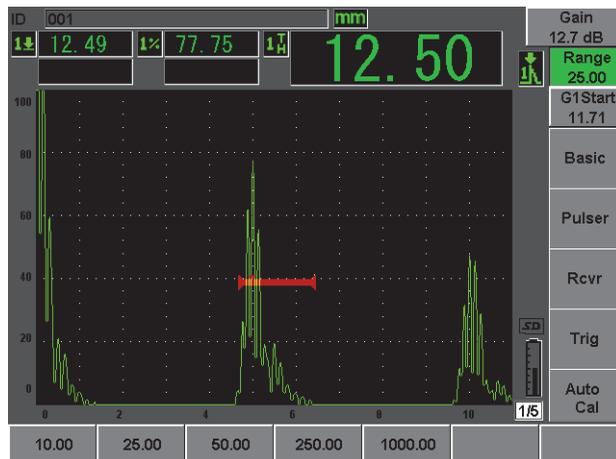

Figure 2-17 Valeur de l'étendue
16. Appuyez sur le bouton **[RANGE]** (Étendue), et puis régler l'étendue de l'écran à la valeur voulue (voir la Figure 2-17 à la page 47).